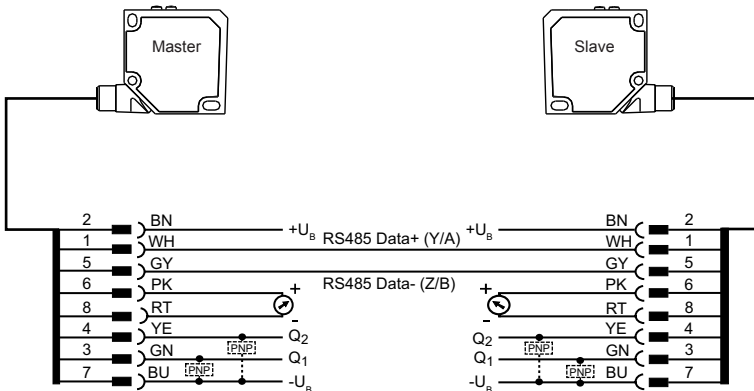

Abb. 21
2. Sensoren nach Anschlusszeichnung (Abb. 21) verbinden und elektrisch anschließen.